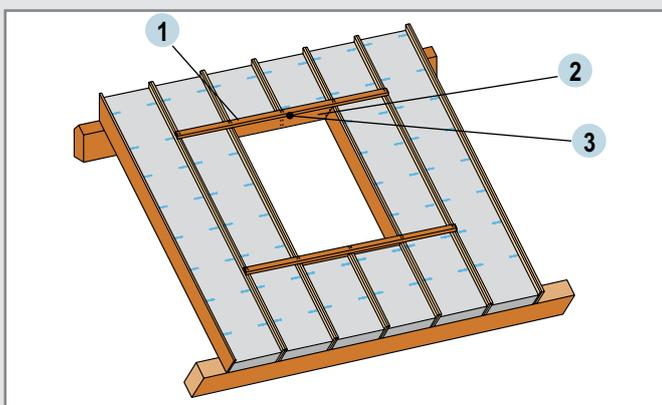

Fig. 22 : Chevêtre simplifié pour fenêtre de toit 114 x 118
- Fixation des entretroises sur les extrémités des chevrons coupés des Fibratop Silver ou Fibratop ERP par 2 pointes torsadées lardées (1 pointe en haut et une pointe en bas). (fig. 22 et 23).